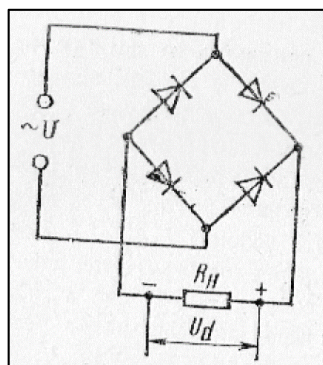

Рис. 1
5. Составляем схему мостового выпрямителя (рис. 1). В этой схеме каждый из диодов имеет параметры диода КД202Н: $I_{доп} = 1 A$; $U_{обр} = 500 B$.